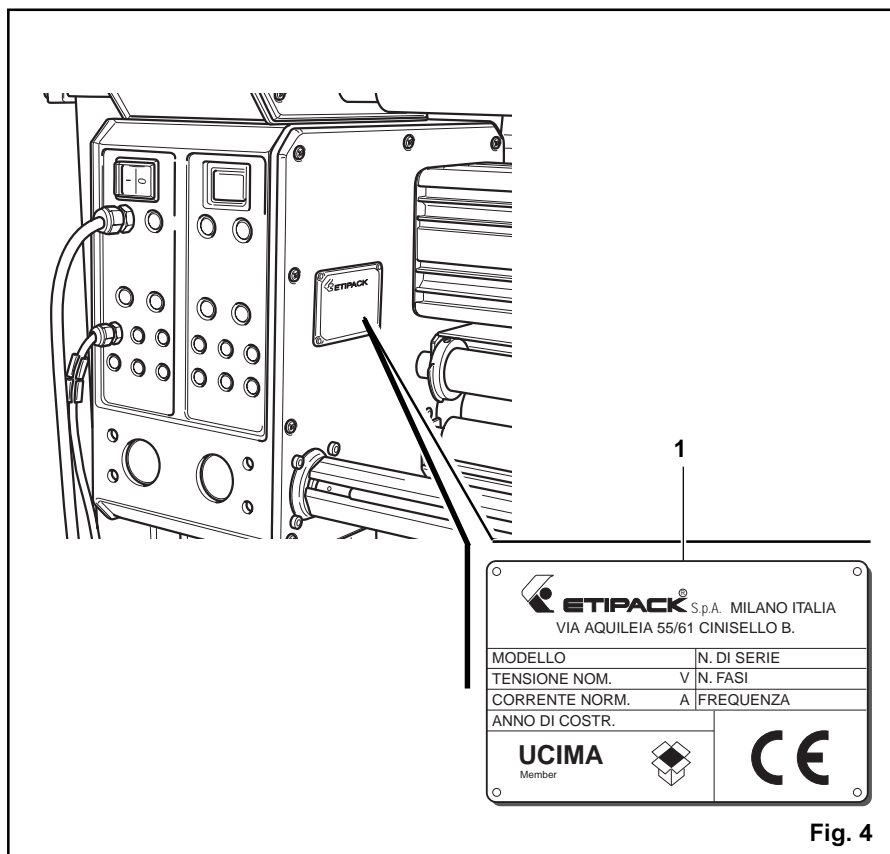

Fig. 4
1.5 IDENTIFICAZIONE DELLA MACCHINA (Fig.4)
- Il numero di matricola, la tensione di alimentazione e i dati relativi alla macchina sono scritti sulla targhetta (1 Fig. 4).
1.5 MACHINE IDENTIFICATION (Fig.4)
- The serial number, supply voltage and technical data are indicated on the plate (Fig. 4).
1.5 IDENTIFICATION DE LA MACHINE (FIG.4)
- Le numéro de série, la tension d'alimentation et les données relatives à la machine sont inscrits sur la plaque (1 Fig. 4).
1.5 KENNZEICHNUNG DER MASCHINE (ABB.4)
- Die Seriennummer, die Stromversorgung und die Maschinendaten sind auf dem Kennzeichnungsschild (1 Abb.4) angegeben.